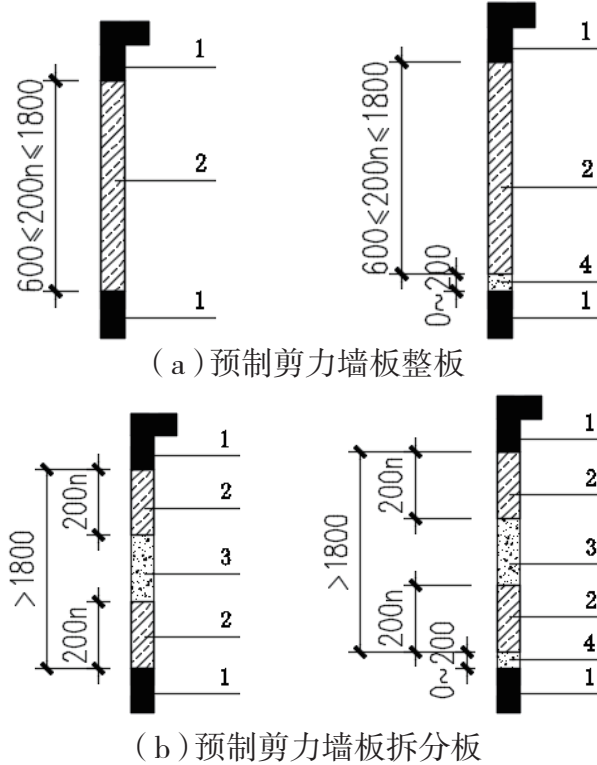

图 6.2.1 预制剪力墙板布置示意( $n$  为整数)
6.2.1 预制剪力墙板拆分设计布置方式如图 6.2.1 所示。